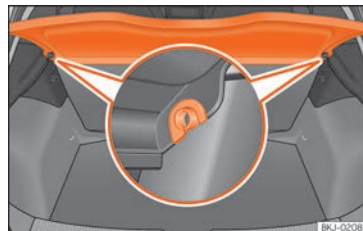

Abb. 127 Im Gepäckraum: Gepäckraumabdeckung aus- und einbauen.
- Drücken Sie die Abdeckung aus den Seitenhalterungen »» **Abb. 127** aus, indem Sie diese nach oben ziehen und herausnehmen.
- Führen Sie die Abdeckung horizontal ein, so dass das „Hufeisen“ über den Achsen der Halter »» **Abb. 127** liegt und drücken Sie die Abdeckung nach unten, bis sie einrastet.